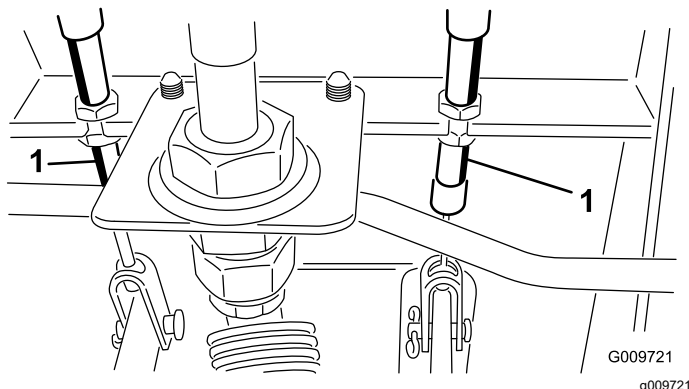

Figura 65
- A. Afloje la tuerca delantera del extremo roscado del cable de freno (Figura 65).